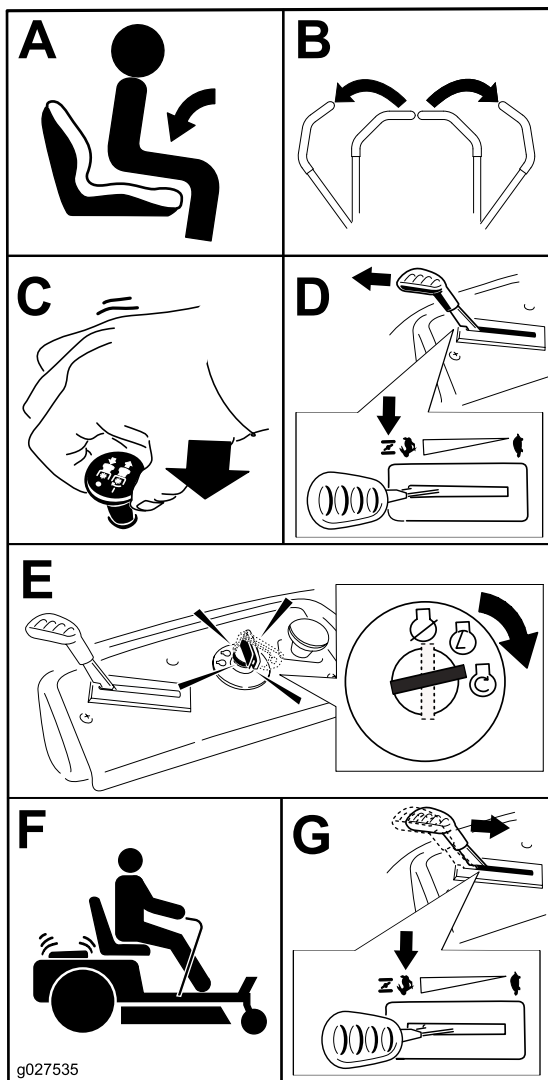

Figure 17
**Remarque:** Il peut être nécessaire de maintenir le levier contre la butée, en position starter, tout en essayant de démarrer le moteur (Figure 17).
1. Désengagez les lames en plaçant la commande des lames en position DÉSENGAGÉE (Figure 17).